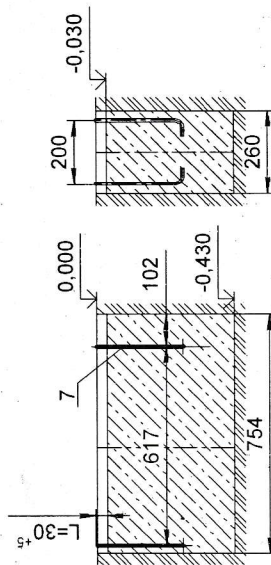

Рис. 2
- 12.1.3 Размеры минимального пространства для размещения оборудования и безопасные расстояния от оборудования до поверхности площадки указаны на рис. 2.
- 12.3.2 Подготовить приямки по схеме на рис. 2, размерами 754ммx260мм, глубиной 430мм.